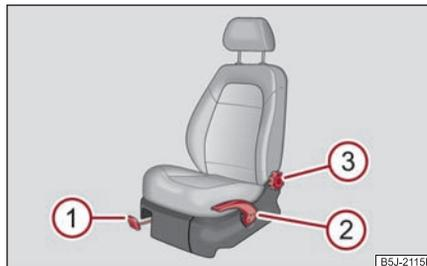

Fig. 60 Elementos de manejo en el asiento
- Tire de la palanca ① ⇒ fig. 60 hacia arriba, desplazando al mismo tiempo el asiento hasta la posición deseada.
- Suelte la palanca ① y desplace el asiento hasta que el enclavamiento encastre de forma audible. ▶